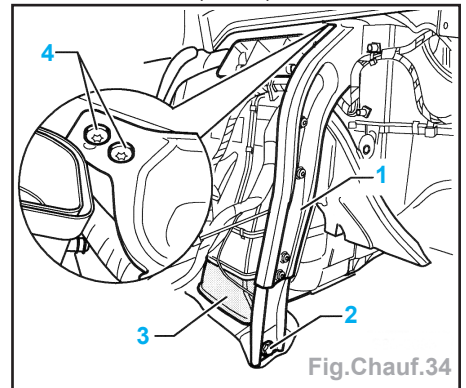

Fig.Chauf.34
- Déposer l'appui D (1) (Fig.Chauf.34).